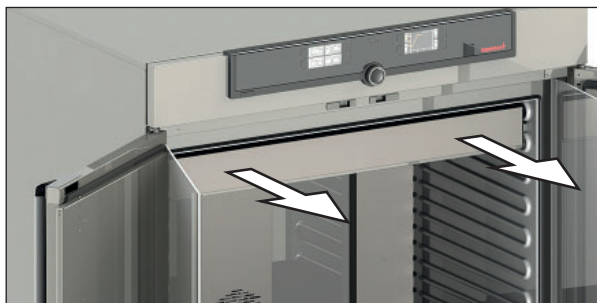

Bild 32 Dra ut ljuskassetten
3. Lyft ljuskassetten en aning och dra försiktigt ut den ur enheten (Bild 32).